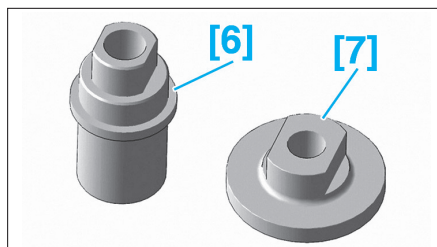

FIG. 30
- [6] et [7]. Tampon de dépose/repose roulement (Fig.30).